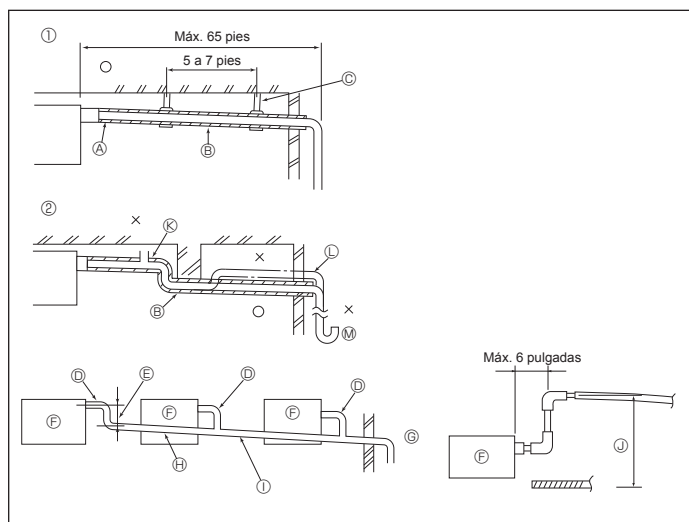

Fig. 6-1
6.1. Tubería de drenaje (Fig. 6-1)